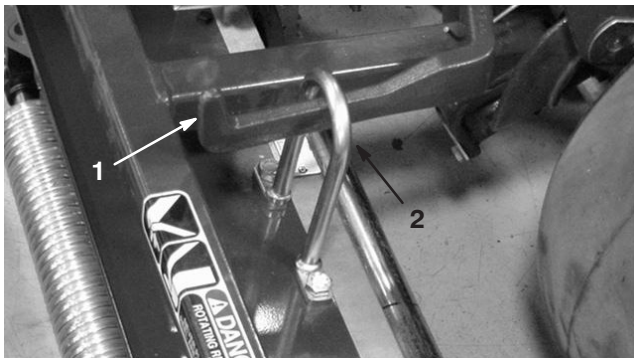

Figure 11
3. Poussez le plateau de coupe sous le bâti de traction en accrochant le crochet de relevage au bras de levage (Fig. 11).